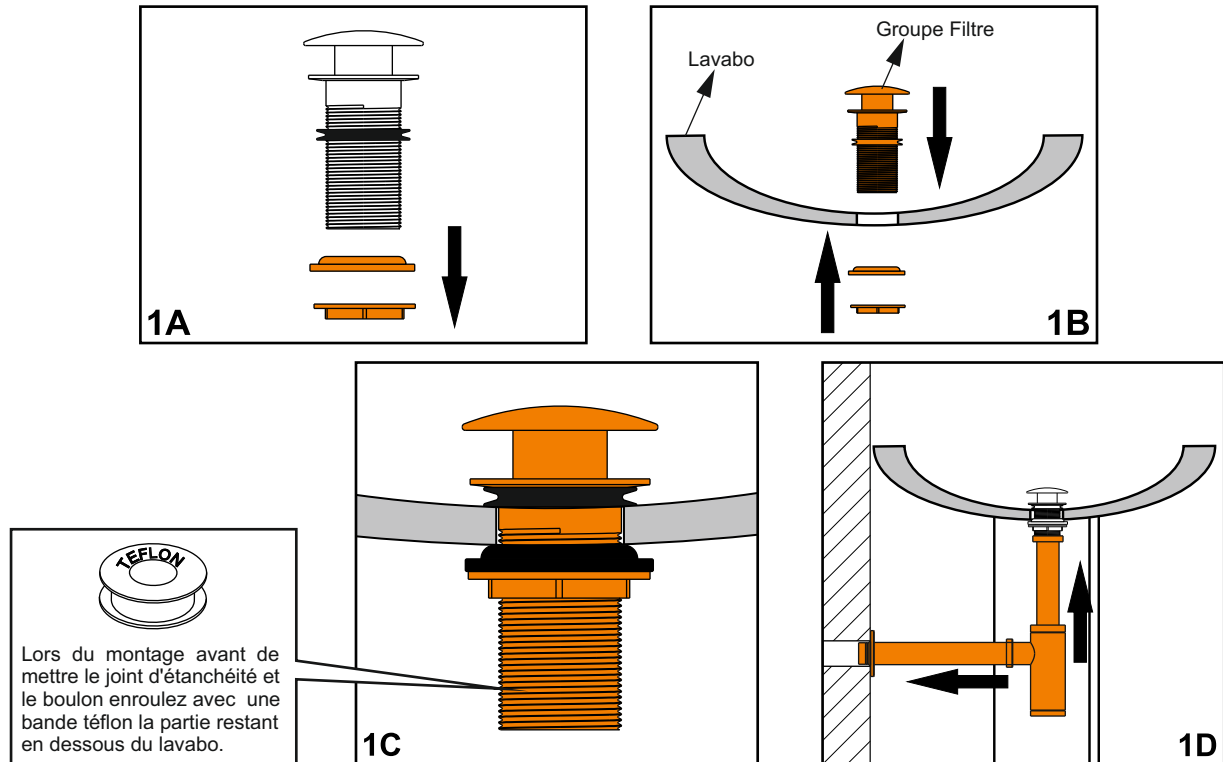
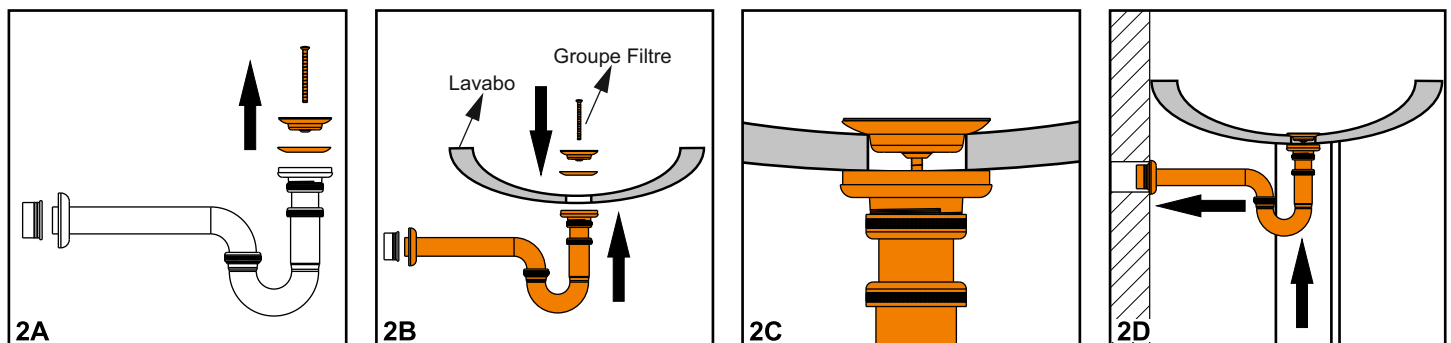

Figure 1. Montage du siphon de lavabo plat
Figure 2. Montage du siphon de lavabo avec récipient et forme U
- 3- Selon la forme de votre siphon suivez l'ordre de montage de la figure 1 ou figure 2. dans les siphons de lavabos plats la cuve de siphon et sa distance horizontal et verticale a l'évacuation d'eau peut être réglé avec les tuyaux glissants.